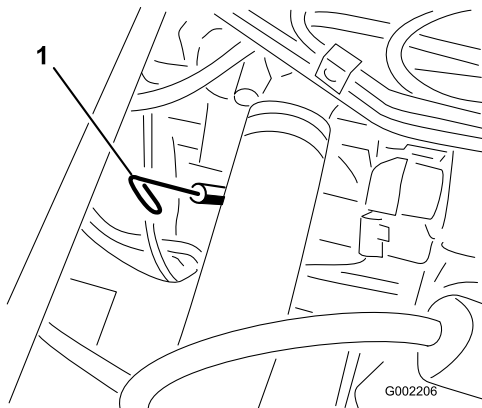

Figura 39
2. Retire a vareta, situada debaixo do banco do passageiro e limpe-a com um pano limpo (Figura 39). Volte a colocar a vareta no tubo e verifique se está completamente introduzida. Retire a vareta e verifique o nível de óleo.
13. Retire o tampão de enchimento e coloque lentamente cerca de 80% da quantidade de óleo especificada no bocal de enchimento do óleo (Figura 39).